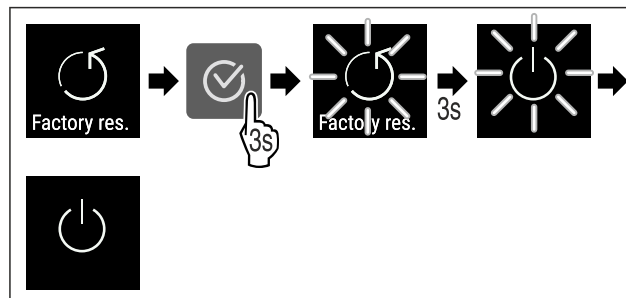

Fig. 113
- ▶ Proved'te akční kroky (viz Fig. 113) .